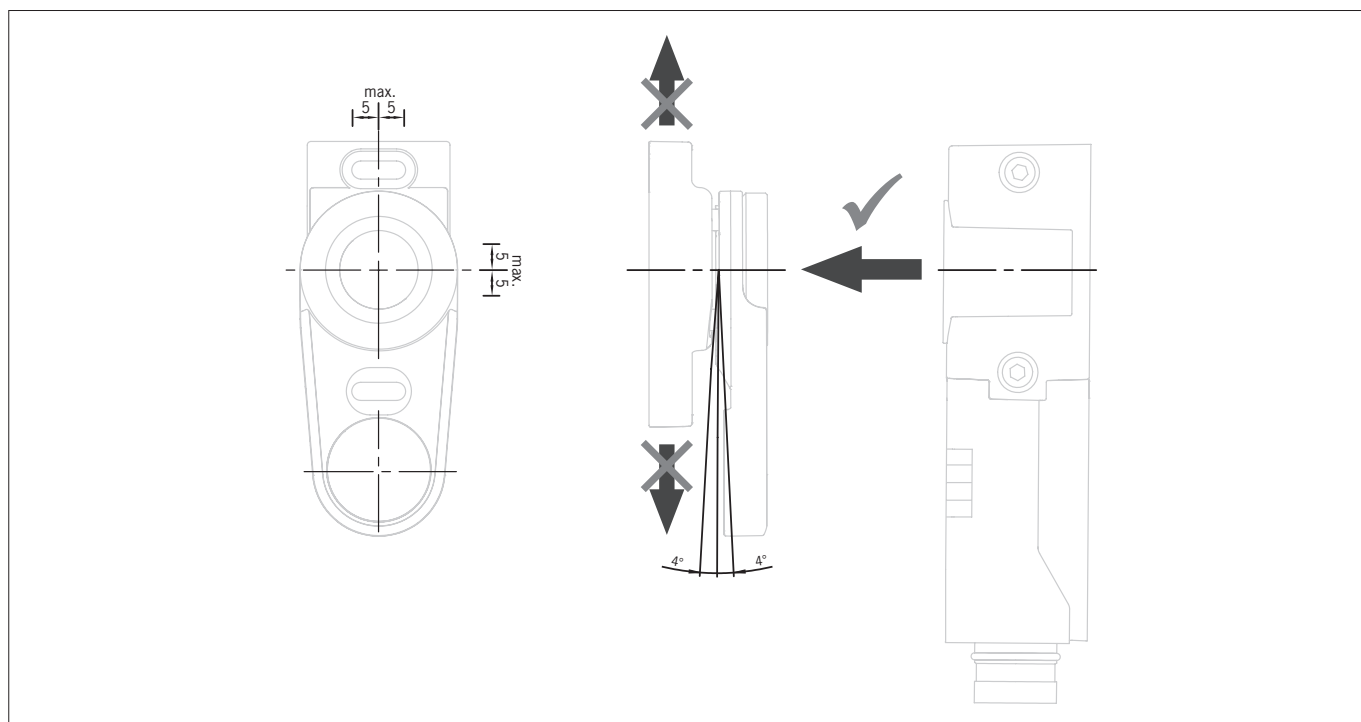

Fig. 3: Dirección de ataque, holgura central máxima y movimiento máximo del actuador
- › Al abrirse la puerta de protección, el actuador debe alejarse frontalmente del interruptor (véase la Fig. 3: Dirección de ataque, holgura central máxima y movimiento máximo del actuador en la página 11).